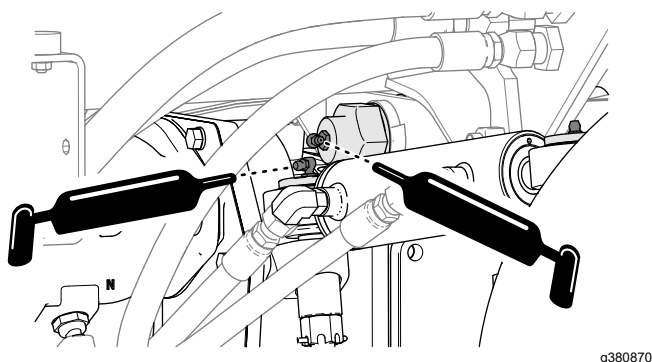

Рисунок 113
- Втулка шарнира заднего моста и гидроцилиндр рулевого управления, см. Рисунок 113